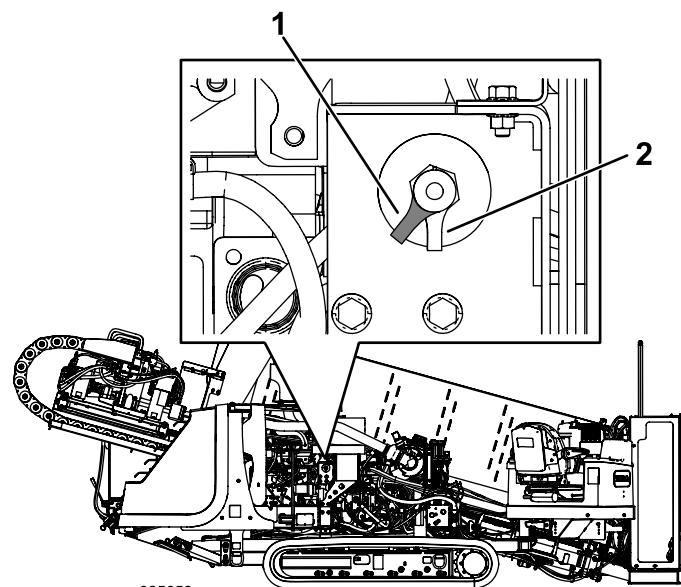

Figura 23
- Para suministrar energía eléctrica a la máquina, gire el interruptor de DESCONEXIÓN DE LA BATERÍA en sentido horario a la posición de ENCENDIDO (Figura 23).
- Para interrumpir el suministro de energía eléctrica de la máquina, gire el interruptor de DESCONEXIÓN DE LA BATERÍA en sentido antihorario a la posición de APAGADO (Figura 23).